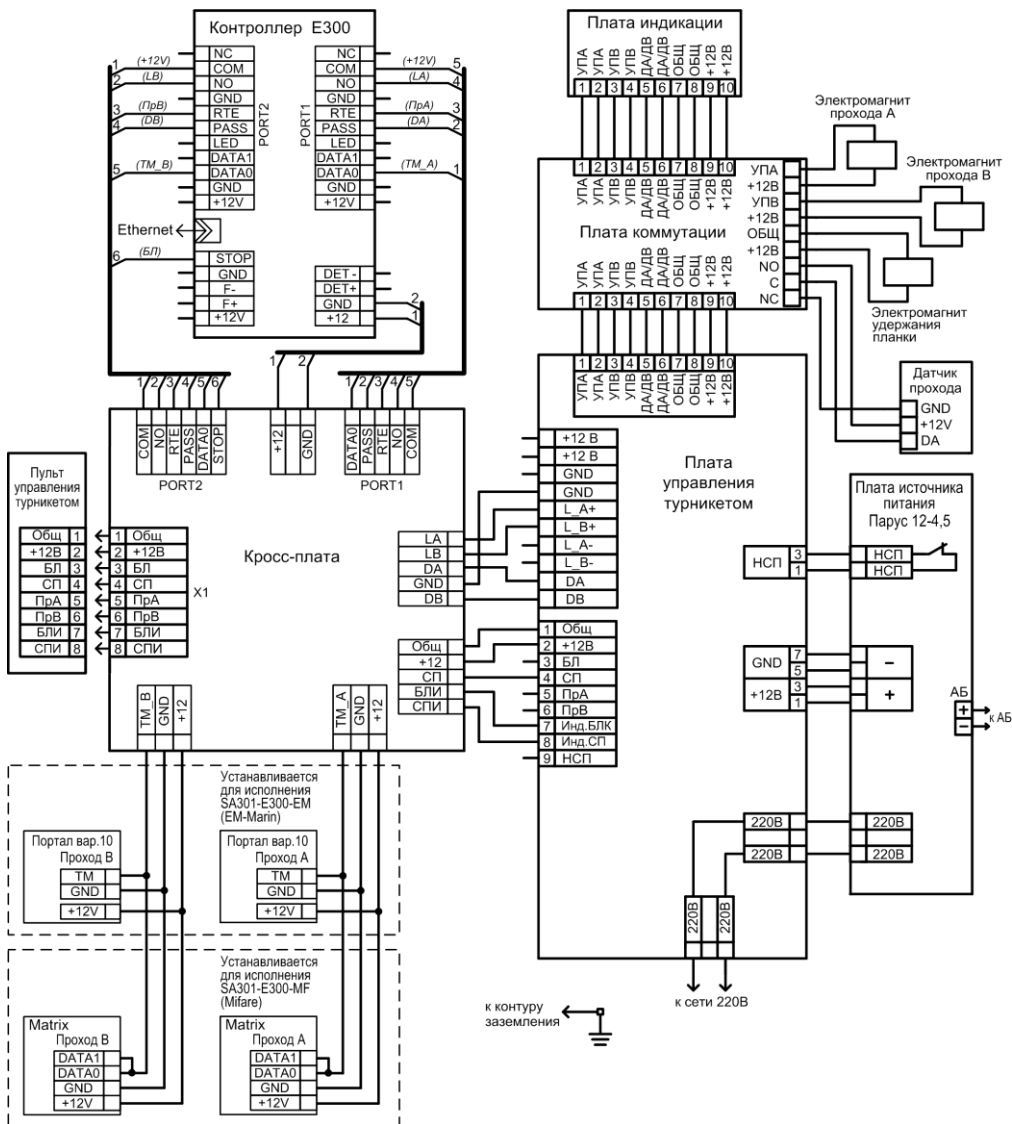

Рис.7 Схема электрическая соединений
- подключите кабель пульта управления к клеммнику Х1 кросс-платы турникета и к клеммнику пульта (выкрутите два винта по бокам пульта, снимите крышку, на крышке пульта расположена плата с клеммником, подключите кабель согласно схеме подключения – рис.7, проденьте кабель в паз в основании пульта, зафиксируйте кабель хомутом, соберите пульт);
| <p>В режиме «Ожидания» при предъявлении карты или при включении с ручного пульта режима «Однократный проход»:</p> <ol style="list-style-type: none"> 1. Турникет не управляется (не проворачиваются планки), индикация состояния отсутствует или не переключается на режим «Однократный проход» 2. Турникет не управляется, при этом индикация состояния присутствует | <ol style="list-style-type: none"> 1. Нет сигнала на кросс-плату или плату управления турникетом или плату коммутации или плату индикации и на электромагниты прохода А(В) 2. Нет сигнала на электромагнит прохода А(В) | <ol style="list-style-type: none"> 1. Проверьте целостность кабелей и качество разъёмных соединений: плат считывателей А и В, кросс-платы, разъёмов платы управления турникетом, платы коммутации, платы индикации и электромагнитов прохода (см. схему соединений, рис.7) 2. Проверьте целостность кабелей и качество разъёмных соединений электромагнитов прохода <p>Обеспечьте контакт разъёмных соединений, устранив обрыв кабеля</p> |